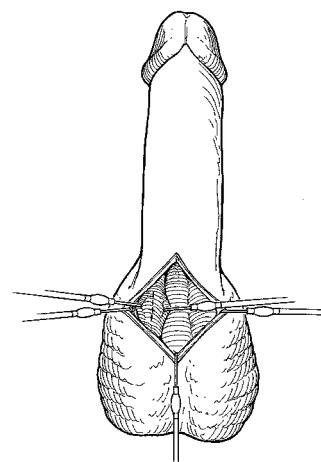

Figura 4-3. Peno-escrotal: retrain o corpo esponjoso
3. Para a abordagem peno-escrotal, retraia lateralmente o corpo esponjoso para evitar lesões na uretra (**figura 4-3**).